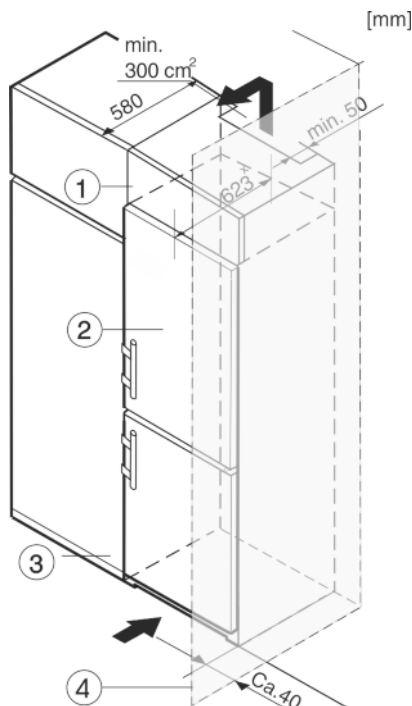

Fig. 12
- (1) Rehausse
- (2) Appareil
- (3) Buffet de cuisine
- (4) Mur
L'appareil peut être entouré de meubles de cuisine. Pour adapter l'appareil *Fig. 12 (2)* à la hauteur des placards de la cuisine intégrée, on peut placer un élément haut *Fig. 12 (1)* au-dessus de l'appareil.
Si l'appareil est installé avec les charnières à côté d'un mur *Fig. 12 (4)*, la distance entre l'appareil et le mur doit être de 40 mm min. Ceci correspond à la saillie de la poignée lorsque la porte est ouverte.